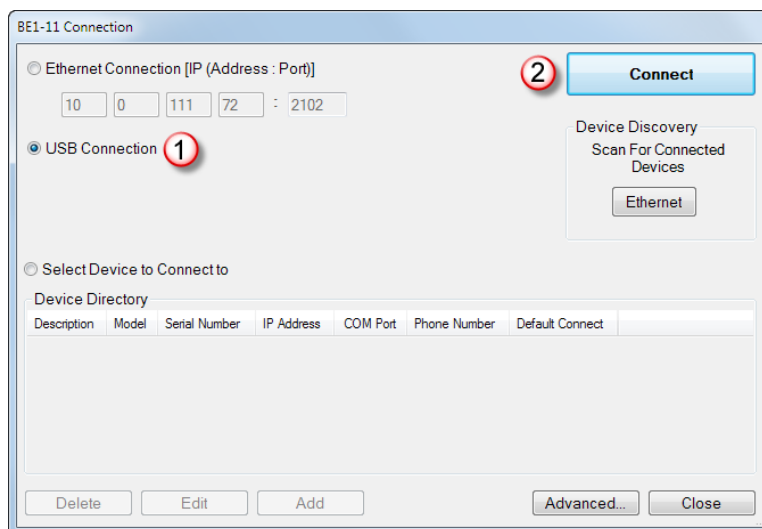

Figure 2-7. Écran Connexion BE1-11
L'écran Connexion BE1-11 représenté par la Figure 2-7 s'affiche. Sélectionnez Connexion USB (USB Connection), puis cliquez sur le bouton Connecter (Connect).
- Step 2: L'écran Connexion BE1-11 s'affiche. Reportez-vous à la Figure 2-7. Sélectionnez Connexion USB et cliquez sur Connecter.